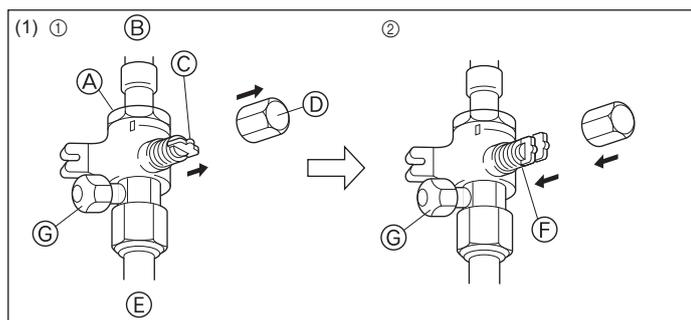
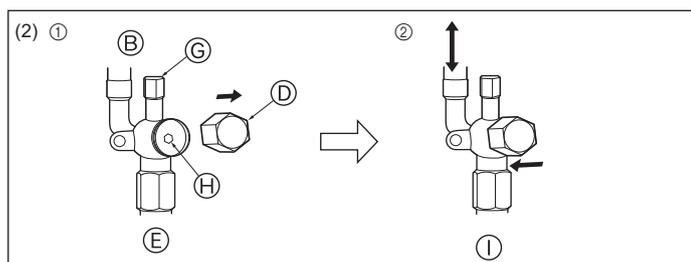

Fig. 4-6
Fig. 4-7
- (1) Lado do gás (Fig. 4-6)
- ① Remova a cápsula, puxe a alavanca na sua direcção e gire 1/4 de volta no sentido contrário aos ponteiros do relógio para abrir.
- ② Certifique-se de que a válvula de paragem esteja completamente aberta, empurre a alavanca e gire a cápsula de volta à sua posição original.
- (2) Lado do líquido (Fig. 4-7)
- ① Retire a tampa e rode a válvula para a esquerda o máximo que puder com uma chave sextavada de 4 mm. Pare de rodar quando esta alcançar o batente. (ø6,35: Aproximadamente 4,5 rotações) (ø9,52: Aproximadamente 10 rotações)